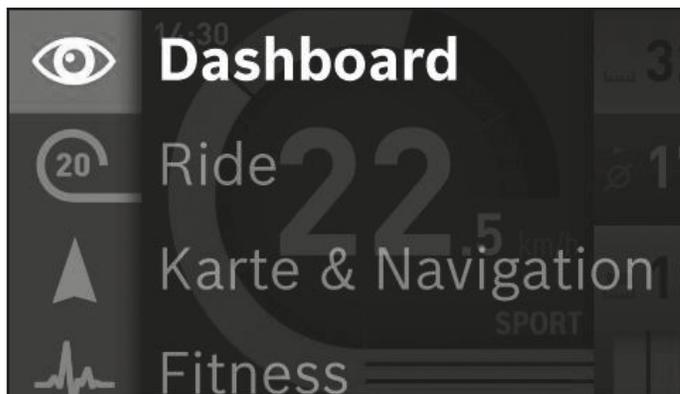

Abb.: B-25 Das Hauptmenü wird über den aktuell eingestellten Betriebsmodus eingeblendet
- wahlweise am Bediencomputer oder der Bedieneinheit (siehe *Bild B-25* und folgendes Kapitel „Bediencomputer“).
Das Hauptmenü wird über den aktiven Betriebsmodus eingeblendet (siehe *Bild B-25*).